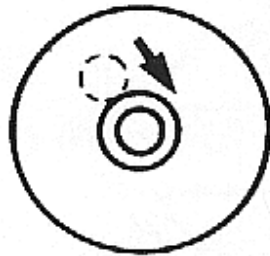

Рисунок 10
- Вторую половину компенсируете вращением двух юстировочных винтов (рис.10)